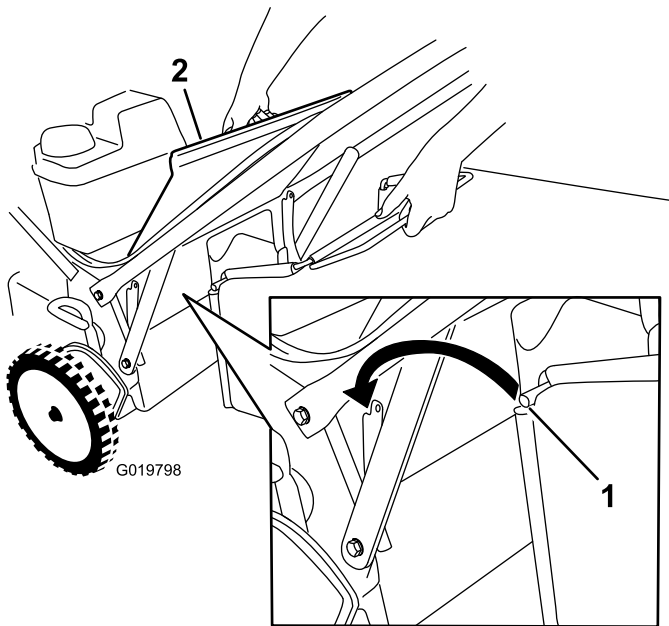

Bild 24
- 1. Heben Sie die Heckklappe an und halten Sie sie hoch (Bild 24).
3. Setzen Sie die Fangkorbstange in die Kerben an der Unterseite des Holms ein und bewegen den Fangkorb nach vorne und hinten, um sicherzustellen, dass die Stange richtig in den Kerben sitzt, siehe **Bild 24**.